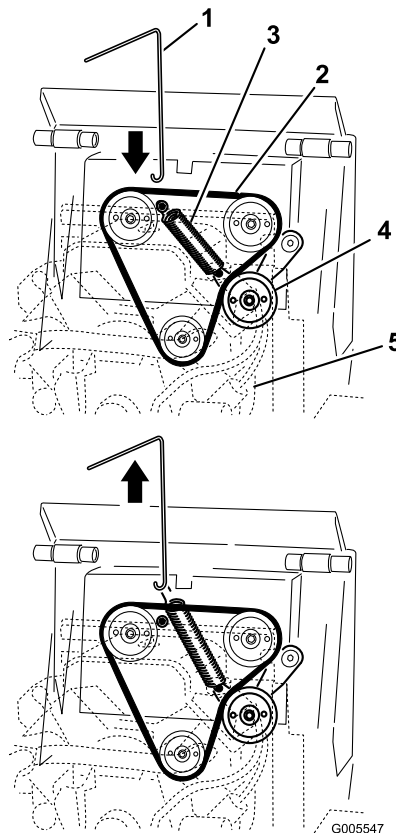

Bild 47
3. Verbinden Sie den Haken am Werkzeug für die Federentfernung mit dem Haken der Spannscheibenfeder, nehmen Sie die Feder dann vom Bolzen ab, siehe Bild 47.